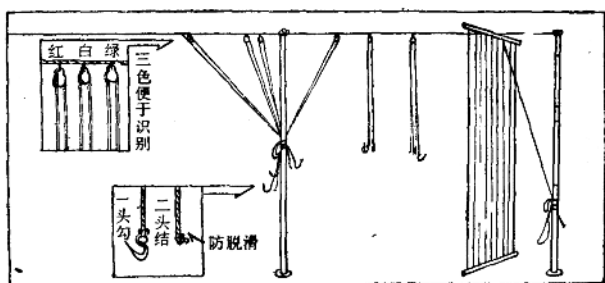

图 7 带绳滑车结构示意图
3. 带绳滑车。根据实际需要，每个滑车上带一根绳，绳的一头打结，另一头系一个长口铁钩，主要是好挂各种幕布及网片。全台一般用三十个带绳滑车即可。全部固定在舞台两边的钢丝绳上。（图 7）